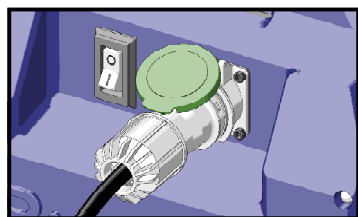

Fig. 1
1. Collegare il vibratore al convertitore dopo aver verificato che le sue caratteristiche siano compatibili con quelle del convertitore (fig. 1), e che l'interruttore del vibratore sia spento (posizione "0").
2. Avviare il convertitore attraverso l'interruttore generale (fig. 1) e fare riferimento al suo relativo manuale d'uso e manutenzione.